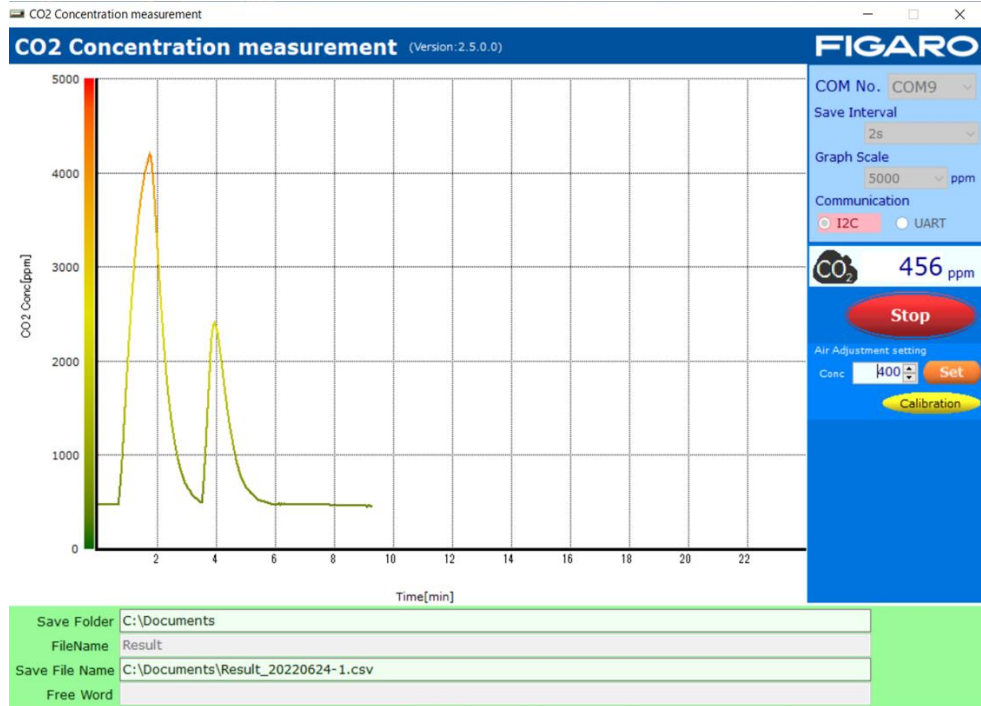

图 9 检测数据示例
⑪ 开始检测
- 测量周期为 2 秒钟，画面将会显示最新数据往后倒推约 10 分钟内所测的数据 (见图 9)。
- 检测数据按照上述步骤⑥设定好的记录频度，以 CSV 格式被保存到电脑之中。